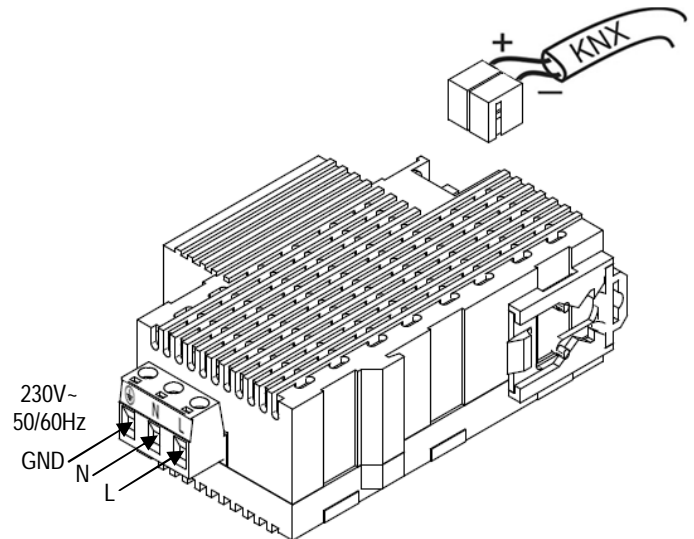

Figura 2: Instalación y conexión ZPS160MPA
- La alimentación principal debe conectarse a los terminales L, N y tierra de acuerdo con el esquema de la figura 2.
- La línea de salida con bobina integrada KNX debe conectarse mediante un conector estándar KNX (rojo-gris) según se indica en la figura 2.